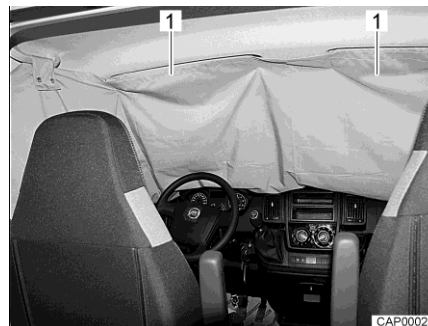

Fig. 27 Dispositif occultant de la cabine de conduite sur le pare-brise
- Faire passer les poches (Fig. 27,1) du dispositif occultant de la cabine de conduite sur les deux pare-soleils.